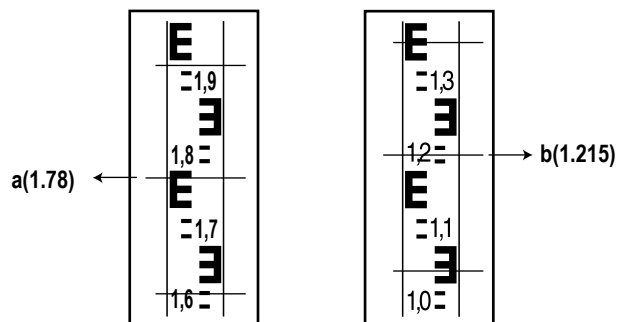

Рисунок 4
- Сфокусируйте нивелир на центр рейки В. Запишите значение высоты рейки в центре перекрестия (рис. 4).